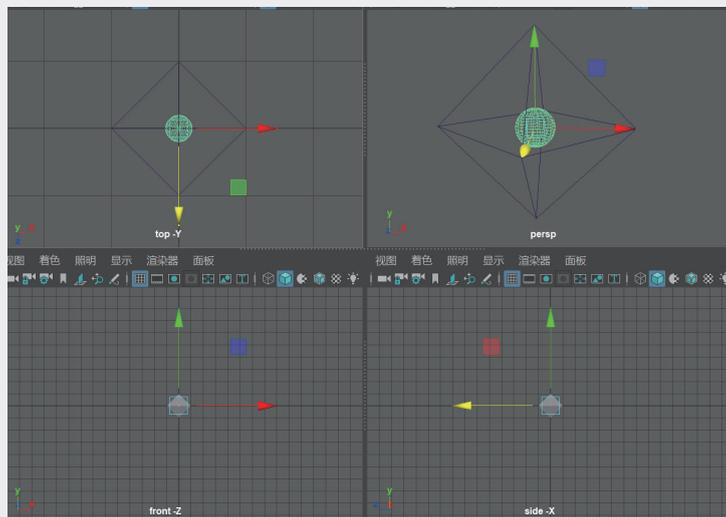

图3-7
**步骤3:** 单击“工具架”|“多边形建模”选项卡中的“球体”工具按钮, 在场景中创建圆球。钙钛矿结构特征是在体心及顶点分别有一个原子点，将创建的球体留在立方体中间，充当面心原子，再次创建圆球，并缩放其大小，拖曳z轴控制轴，将新创建的原子点移至结构顶点处。复制顶点原子，在四视图中拖曳对应控制轴，调整顶点原子所在位置，如图3-7所示。